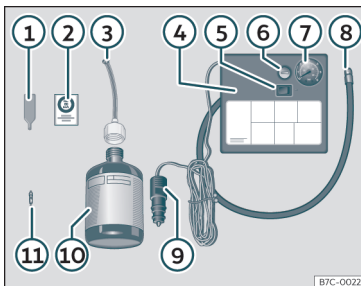

Fig. 34 Rappresentazione standard: contenuto del kit per la riparazione degli pneumatici.
Il kit per la riparazione degli pneumatici si trova nel sottofondo del bagagliaio. Include i seguenti componenti»» **fig. 34** :
- Svitare il cappuccio e l'elemento di tenuta della valvola del pneumatico. Utilizzare l'apparato»» **fig. 34** ① per estrarre l'elemento di tenuta. Collocarlo su una superficie pulita.
- Agitare vigorosamente la bomboletta del sigillante per pneumatici»» **fig. 34** ⑩.
- Avvitare il tubo di gonfiaggio»» **fig. 34** ③ alla bomboletta del sigillante. La piombatura della bomboletta si rompe automaticamente.
- Rimuovere il tappo del tubo di riempimento»» **fig. 34** ③ e avvitare l'estremità aperta dal tubo alla valvola dello pneumatico.
- Ricollocare l'elemento di tenuta con l'apparato»» **fig. 34** ① nella valvola del pneumatico.
- Avvitare il tubo di gonfiaggio dello pneumatico del compressore»» **fig. 34** ⑧ nella valvola dello pneumatico.
- Verificare che la vite di sfiato dell'aria sia chiusa»» **fig. 34** ⑥.
- Collegare il connettore»» fig. 34 ⑨ a una presa elettrica a 12 V del veicolo»» pag. 149.
- Collegare il compressore ad aria con l'interruttore ON/OFF»» fig. 34 ⑤.
- Incollare l'adesivo»» fig. 34 ② sul quadro strumenti, all'interno del campo visivo del conducente.
Riavvitare il tubo di gonfiaggio»» fig. 34 ⑤ e controllare la pressione con il manometro ⑥.